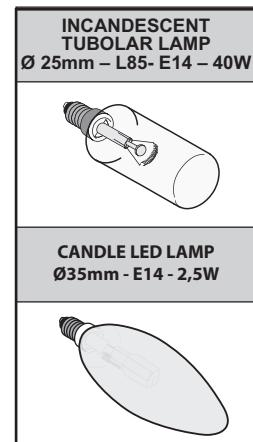

Fig.8
• **Byte av glödlampor/halogenlampor (Fig.8):**